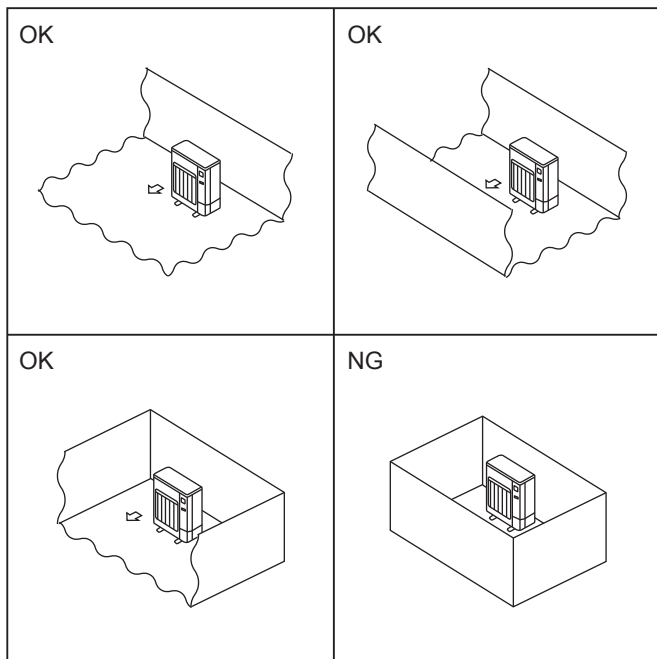

Fig. 2-2
- Monter utendørsenheter på et sted der minst én av fire sider er åpne, og i et tilstrekkelig stort område uten forbygninger. (Fig. 2-2)